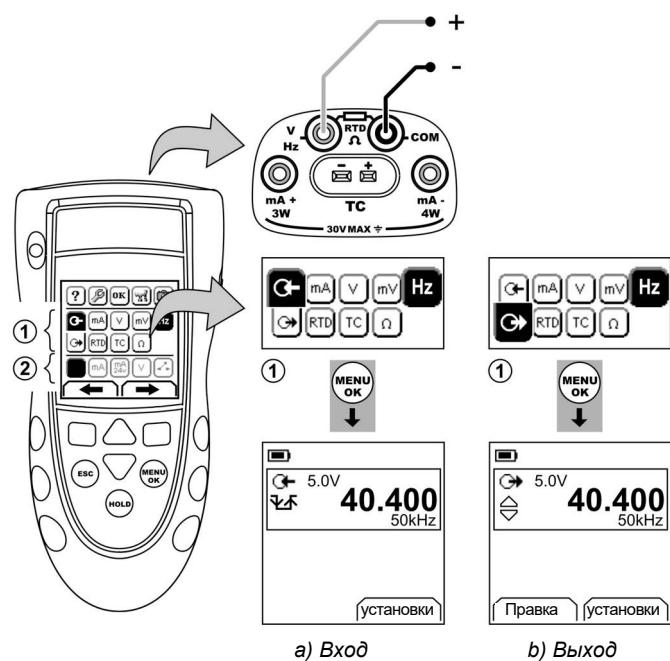

Рисунок 6: Пример конфигурации - Для измерения/подачи Гц или импульсов
- Подключите прибор (Рисунок 6) и, при необходимости, отрегулируйте **Настройка** (Таблица 1).